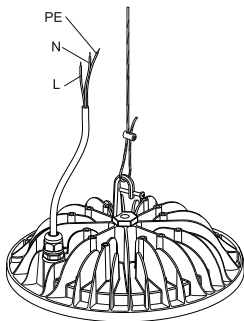

Рисунок 5
3.2.5 Подключение светильника к сети электропитания производить сетевым кабелем, выведенным из корпуса светильника (рисунок 5), согласно цветовой маркировки проводников:
- к фазному проводнику сети – коричневый проводник (L) светильника;
- к нейтральному проводнику сети – синий проводник (N) светильника;
- к заземляющему проводнику сети – жёлто-зелёный проводник (PE)